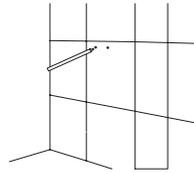

Figura 13.
2. Marca con un lápiz los puntos a perforar (ver Figura 13).